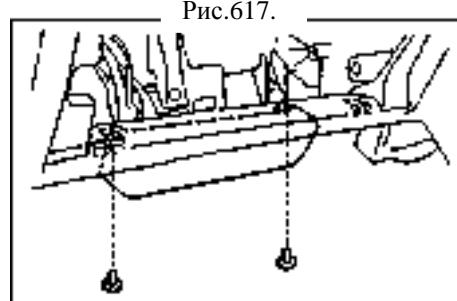

Рис.617.
- (a) Снимите два зажима и крышку блока управления (рис.617).